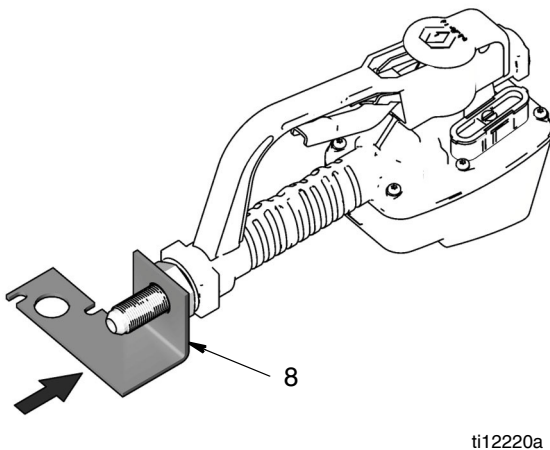

Рис. 7
7. Наденьте кронштейн (8) поверх резьбы фитинга с перемычкой (3). Правильное положение кронштейна относительно расходомера см. на Рис. 7. Правильного положения кронштейна можно также достичь, если следовать шагам а-в, приведенным ниже.
- а. Выньте расходомер из тисков и положите на мягкую поверхность передней частью вниз таким образом, чтобы кронштейн оказался перпендикулярным плоской верхней части расходомера (Рис. 7).
- б. Выровняйте кронштейн (8) относительно расходомера. Чтобы установить соединительную конструкцию на м/р колонку, кронштейн должен быть параллельным передней части расходомера и направленным в правильную сторону (Рис. 7).